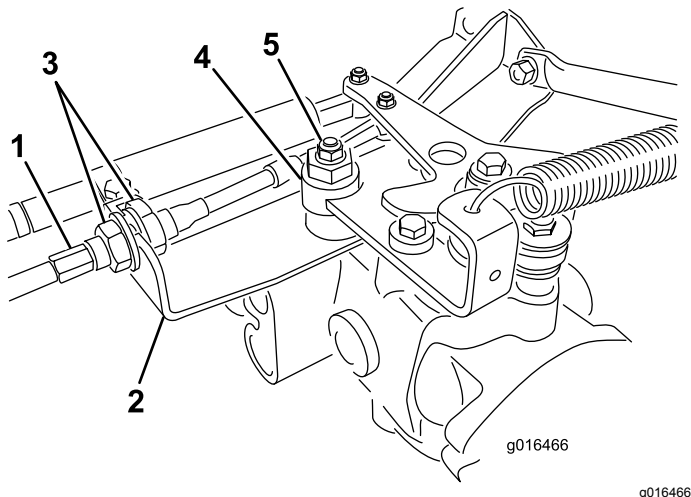

Figura 41
- A. Afloje las dos contratuercas que fijan el cable de control de tracción a la escuadra del hidrostato (Figura 41). Asegúrese de aflojar ambas contratuercas uniformemente, y lo suficiente como para permitir el ajuste.
Nota: Afloje la tuerca que sujeta el excéntrico a la parte superior del hidrostato (Figura 41).
- E. Cuando la rueda deje de girar, apriete la tuerca para bloquear el excéntrico y el ajuste (Figura 41).
- G. Desde cada lado de la escuadra, apriete las contratuercas uniformemente, fijando el cable de tracción a la escuadra (Figura 41). No tuerza el cable.